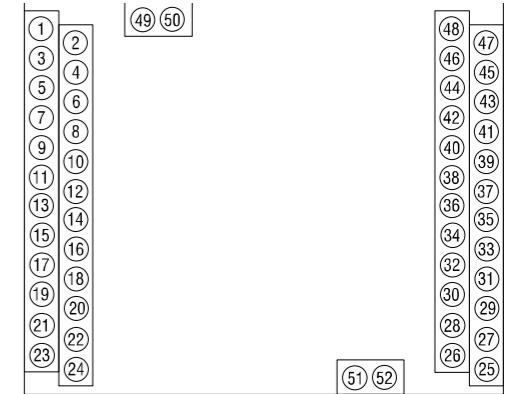

Fig. 3 Esquema de los bloques de terminales
- El esquema de los bloques de terminales se muestran en la Fig. 3 y la asignación de terminales en la tabla 3.